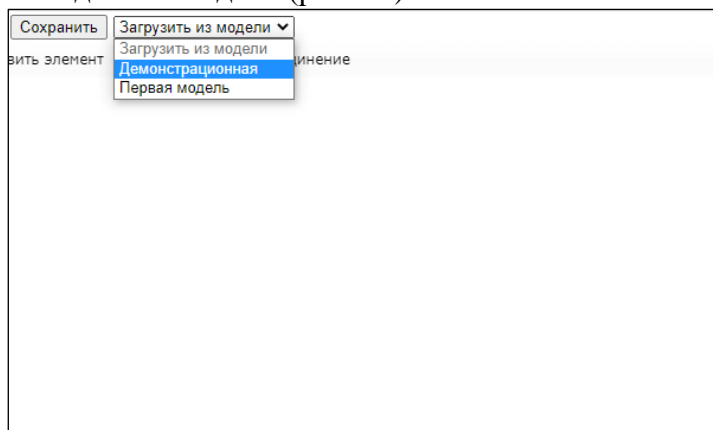

Рисунок 10. Загрузка графа из ранее созданной модели
- «Загрузить из модели», клик по которой дает возможность пользователю загрузить граф из ранее созданной модели (рис. 10).